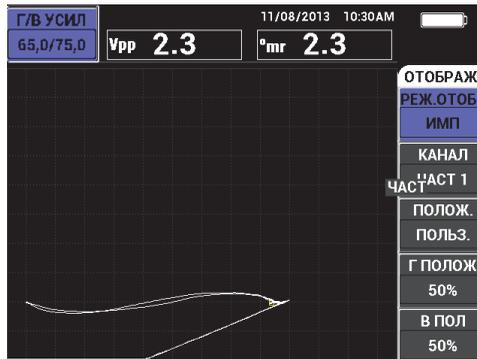

Рис. 4-3 Отрыв датчика — Изначально не горизонтальный
- Отрыв не горизонтален (см. Рис. 4-3 на стр. 69).